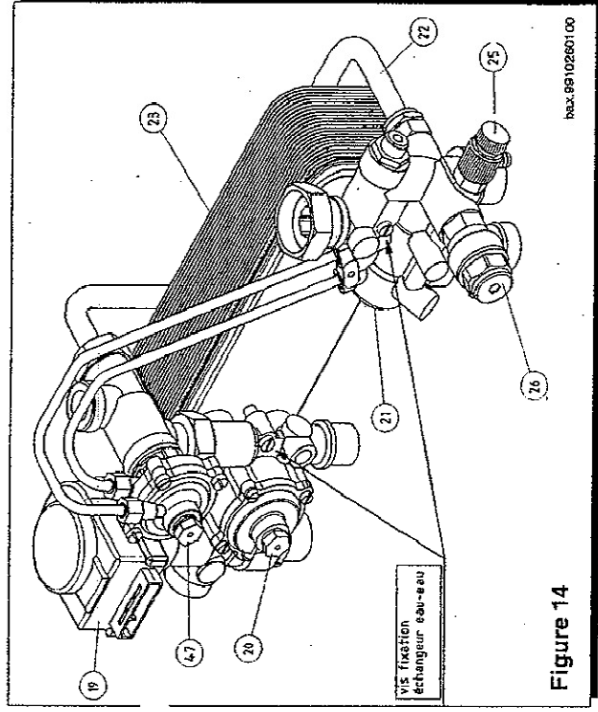

Figure 14
- * vider l'installation, en se limitant si possible à la chaudière, grâce au robinet de vidange (25 figure 14);
- * enlever les deux vis de fixation (visibles sur la face avant) de l'échangeur sanitaire puis le déboîter de son logement (figure 14).
- * enlever les deux tubes de raccordement (figure 14) entre le groupe sanitaire (47) et le débitstat (21);